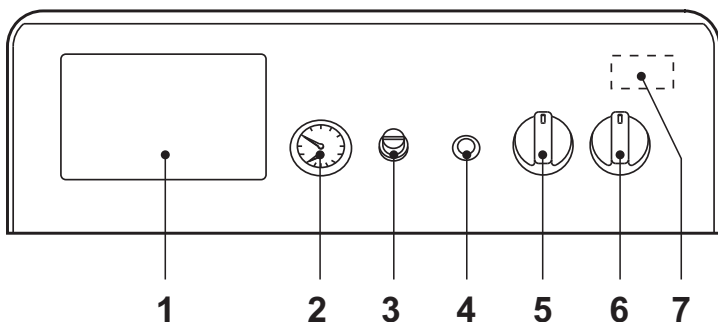

рис. 1 - Панель управления
- Установите главный выключатель "6" в положение 1 (рис. 1).
- Если котел оборудован электронным термостатическим блоком управления, установленным в положении 1 на рис. 1, пользователь должен также соблюдать инструкции, предоставляемые изготовителем данного блока.
Повернув ручку 5 на рис. 1 по часовой стрелке, температура воды в системе отопления повышается и наоборот. Температуру воды в системе отопления можно регулировать в пределах от 30° до 90°. Однако не рекомендуется эксплуатировать котел при температуре ниже 45°.
Задайте с помощью термостата температуры воздуха в помещении нужную температуру внутри помещения. По команде от комнатного термостата котел нагревает воду в системе отопления до температуры, заданной с помощью термостата регулировки котла 5 де рис. 1. При достижении в помещении желаемой температуры котел выключается.
При заполнении холодной системы отопления, давление воды, контролируемое по показаниям установленного на котле водомера поз. 2 на рис. 1, должно составлять примерно 1,0 бар. Если во время работы давление воды в системе упало (из-за испарения растворенных в воде газов) до величины ниже вышеуказанного минимума, пользователь должен открыть кран подачи воды и довести давление до первоначального значения. По окончании операции всегда закрывайте кран подачи воды.